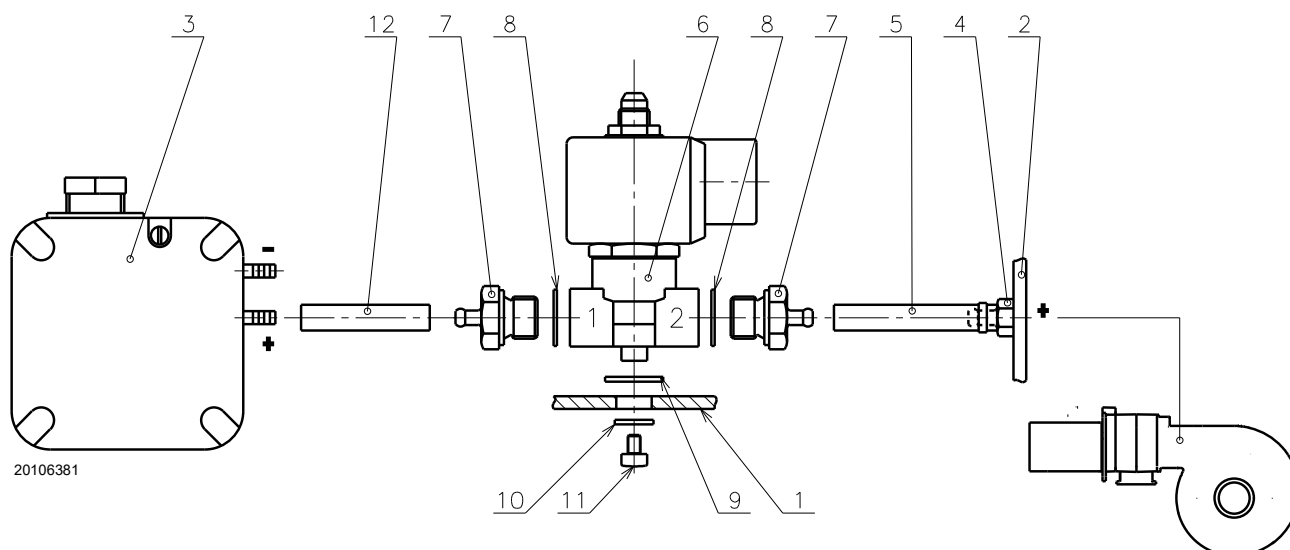

Fig. 3
- ensamblar los racores 7)(Fig. 3) a la válvula 6) interponiendo las juntas 8), luego fijar la válvula con el tornillo 11), interponiendo las arandelas 9) y 10) suministradas (véase ejemplos de fijación);